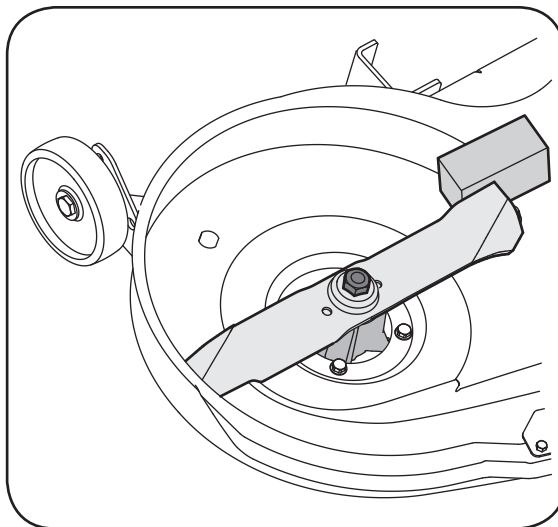

Figura 24
2. Coloque un trozo de madera entre el deflector del alojamiento central de la plataforma y la cuchilla de corte, para que actúe como estabilizador. Vea la Figura 24.
3. Utilice una llave de 15/16" para extraer la tuerca hexagonal con reborde que fija la cuchilla al conjunto del husillo. Vea la Figura 24.